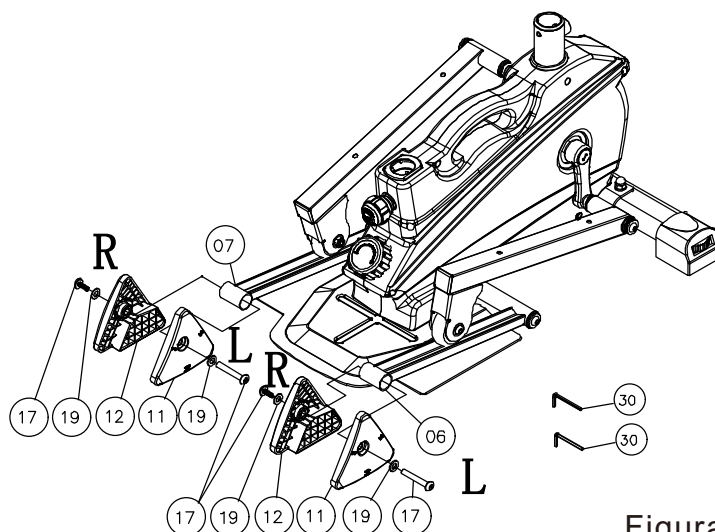

Figura 3
3. Utilizzare due viti n. 17 e due rondelle piatte n. 19 per fissare le sedi di regolazione triangolari n. 11 e n. 12 alle estremità anteriori delle staffe di regolazione sinistra e destra n. 06 e n. 07. Come mostrato nella Figura 3: